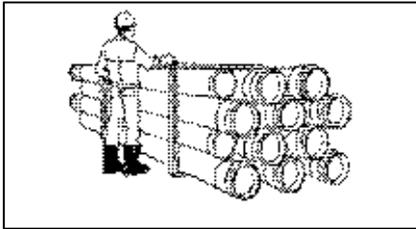

Рис. 6.
1. Трубы следует перевозить и хранить в связках завода-изготовителя (Рис. 6).